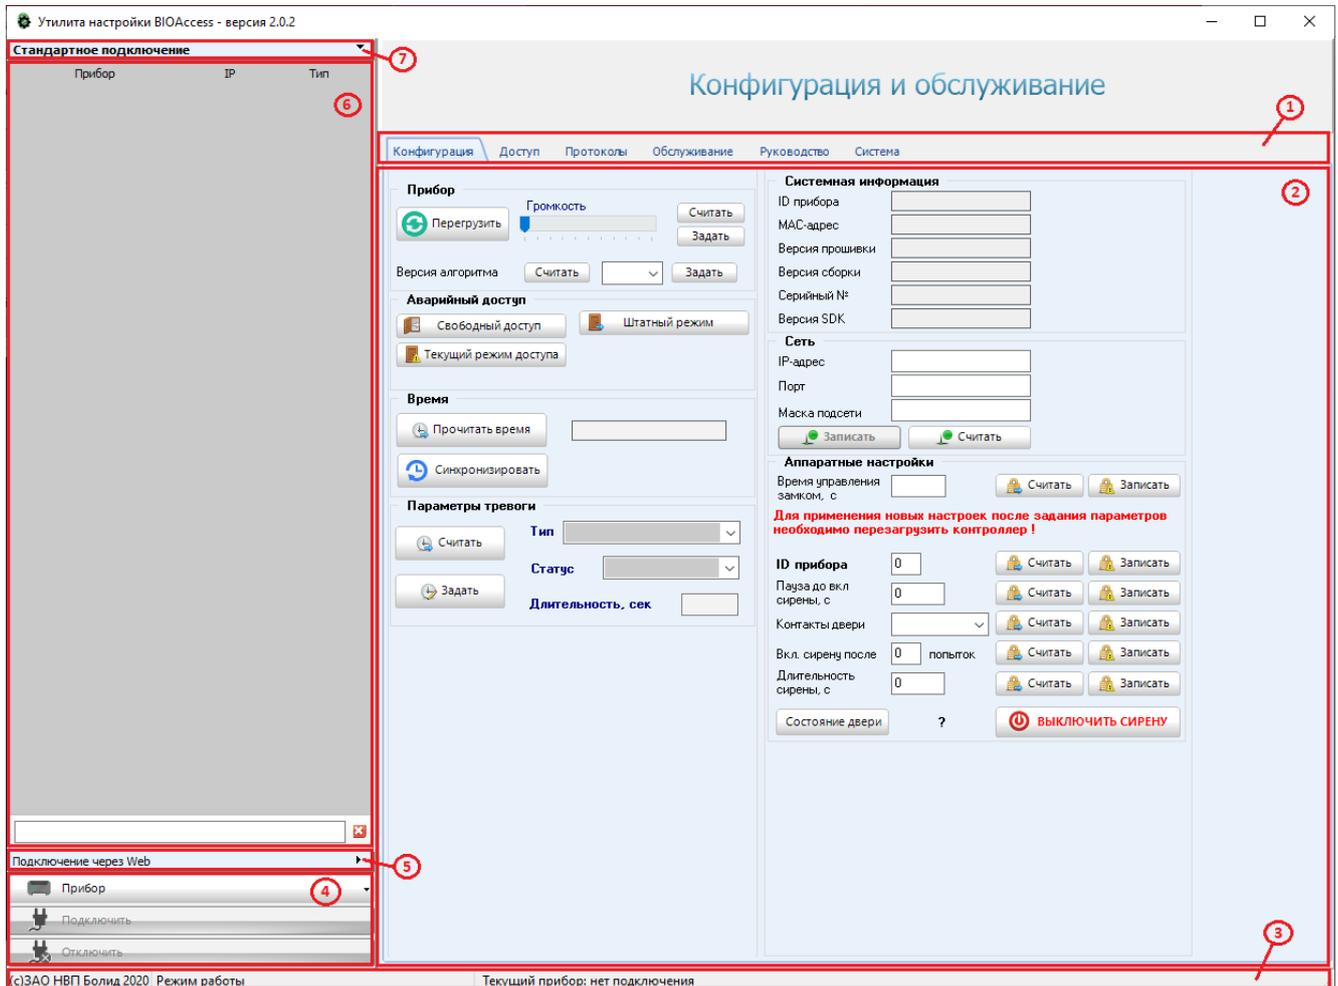
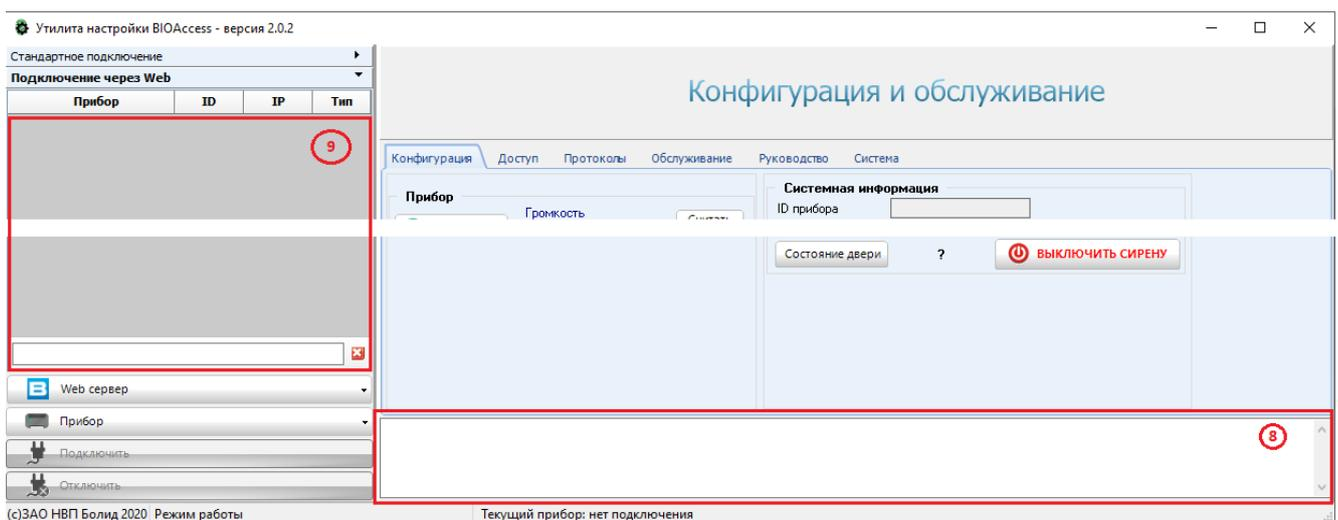

Рис. 8
Рис. 9
Внешний вид основного экрана программы VAProg представлен на рис. 8 и рис. 9.
Элементы окна программы (рис. 8):
- 8 Дополнительные элементы окна программы (отображаются при активизации вкладки «Подключение через Web») (рис. 9):
- в окне списка приборов нажать на кнопку «Подключить» (рис. 8).